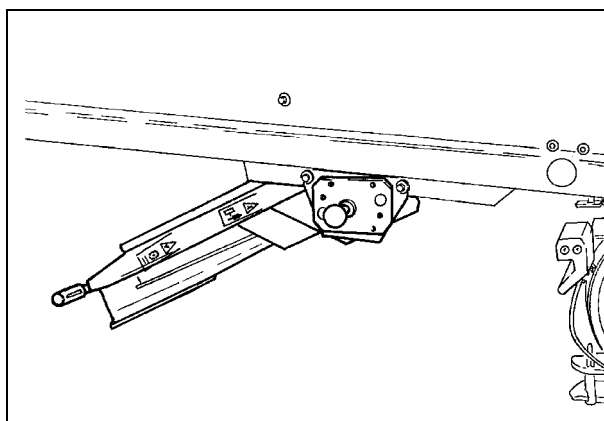

Рис. 38
- Горизонтальное положение (Рис. 38), для разборки сит
ВАЖНОЕ ЗАМЕЧАНИЕ: Перед присоединением прицепа жатки (если он используется) к сцепному устройству комбайна необходимо перевести разбрасыватель соломенной сечки в горизонтальное положение (Рис. 38).